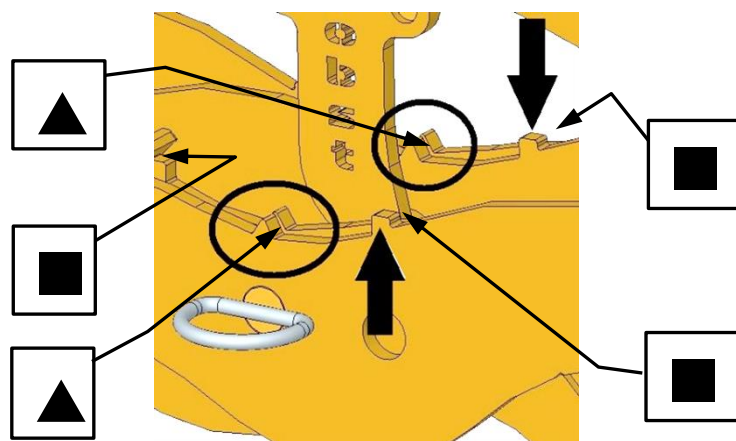
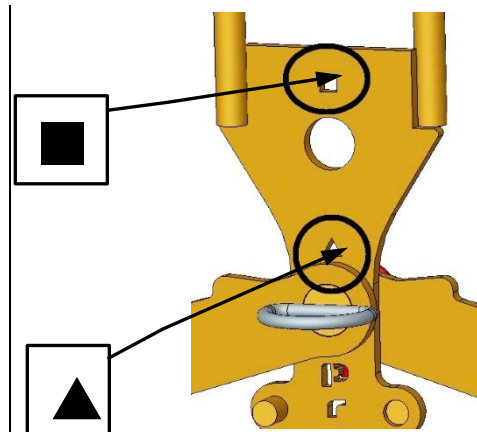

Fig. 2
Fig. 3
- For dette gribeområde skal firkants ■-markeringerne på gribearmene (i centrum af griberen) være **sammenfaldende** (fig. 2), og på låsekrogen (2) skal firkants ■-markeringen være placeret over *stikbolten med splitten* (8) (fig. 3).
- For at kunne indstille gribeområdet, skal stikbolten (6) eller stikbolten med splitten (8) fjernes.